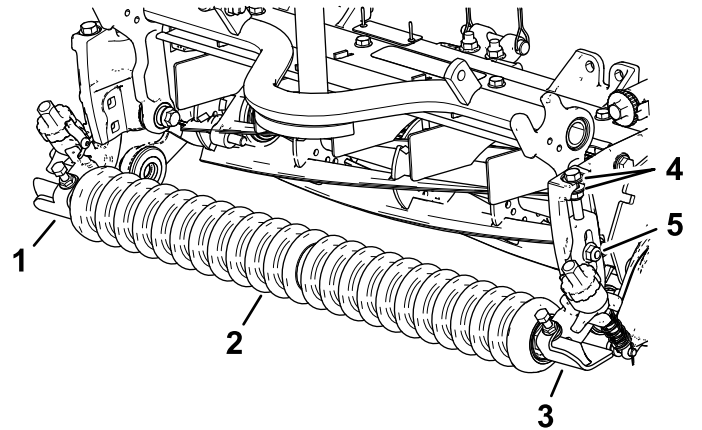

图11
1. 使用之前卸下的托架螺栓将左、右剪草高度支架组件和前滚筒组件松松地安装到滚刀组侧板上图11。